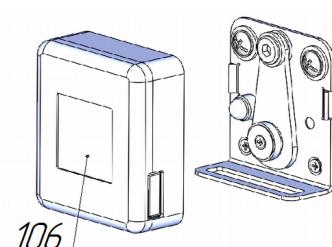
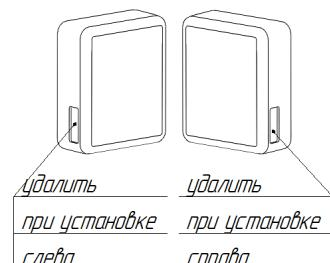

Рис.11.1
Рис.11.2
24) Опробовать работу механизма после сборки изделия. Поднять раму кровати в вертикальное положение, нажать на раму в области механизма фиксации поз.105 до щелчка. Механизм должен защёлкнуться и надёжно удерживать раму в этом положении. При повторном нажатии до упора в области расположения механизма поз.105, рама должна перейти в приоткрытое положение. В случае отсутствия срабатывания механизма, проверить правильностьстыковкиузла, присоединённого крамеиузла, присоединённого ккоробу. Проверить и при необходимости повторить регулировки в соответствии с п.17 и п.23 данной инструкции. Повторить проверку работоспособности. После успешного завершения регулировок нажатием удалить заглушку бокового отверстия на кожухе поз.106 с надписью «правый», если механизм фиксации поз.105 установлен на правой боковине короба (рис.11.2). Соответственно, удалить заглушку с надписью «левый», если механизм на левой боковине короба. Надеть на механизм фиксации поз.105 кожух поз.106 (рис.11.1).